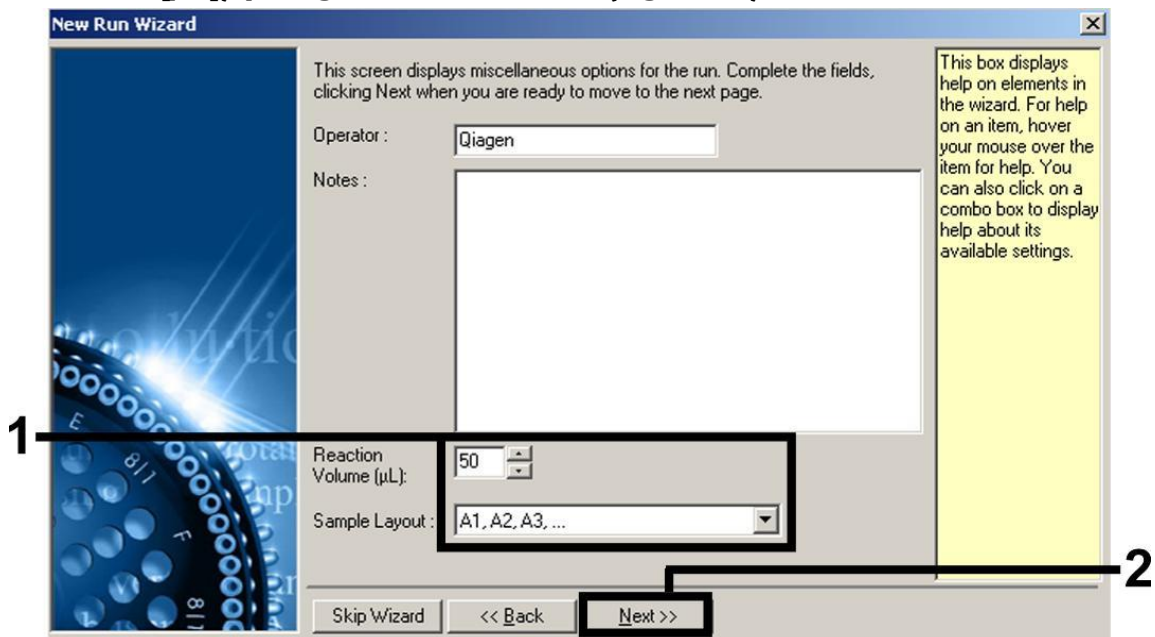

Figura 5. Configuración de los parámetros generales del ensayo.
7. Seleccione 50 en el campo "Reaction Volume (μL):" (Volumen de reacción [μL]) y haga clic en "Next" (figura 5).